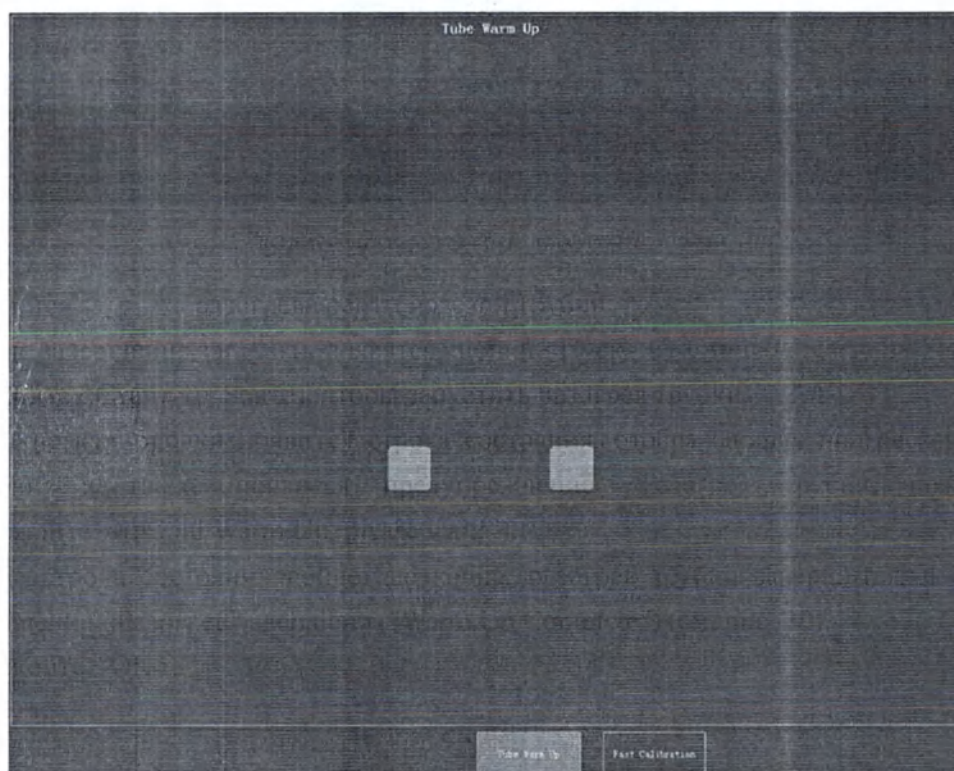

Рисунок 38 Окно разогрева рентгеновской трубки
3. На окне калибровки (см. рис. 38) щелкните <Загрузка> (<Load>).